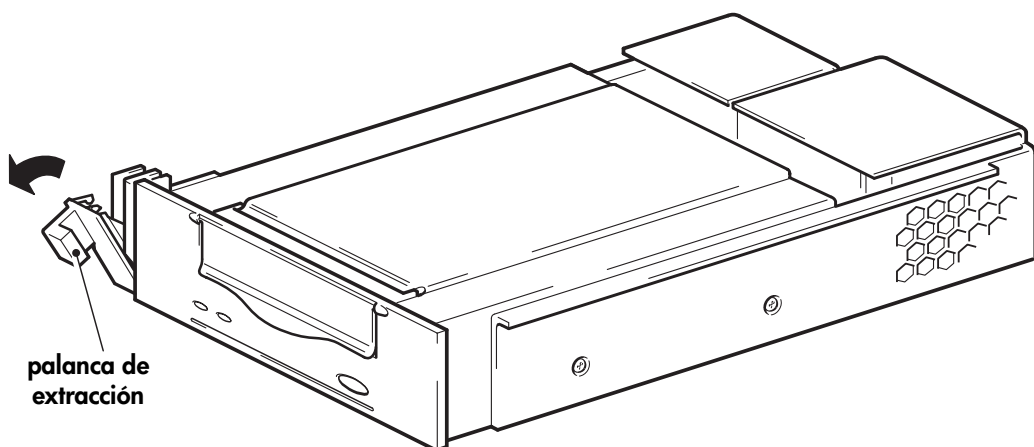

Figura 4a: palanca de extracción en la posición hacia fuera
- 1 Antes de instalar una unidad de cinta, asegúrese de que la palanca de extracción se encuentra en la posición completamente abierta (hacia fuera), según se muestra en la Figura 4a.